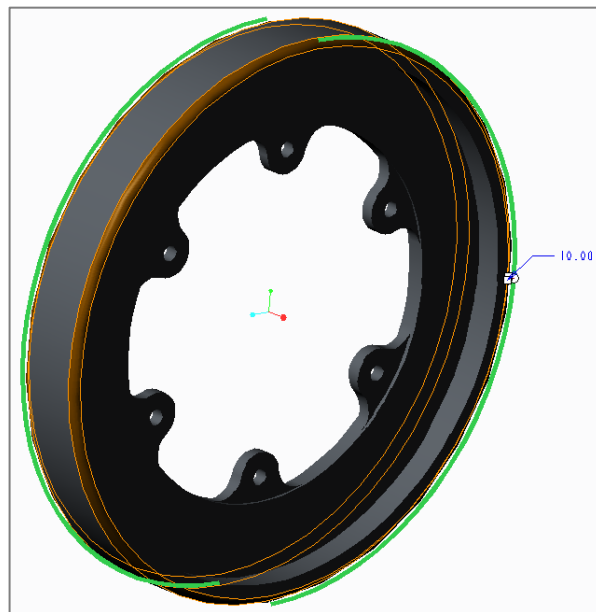

Fig.27 半径10のラウンド
19. ラウンドツールを選択し、Fig.27のように表裏に半径10のラウンドをかける。